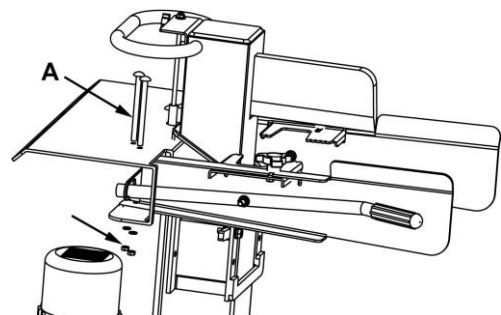

Fig.4
4.2.1- Montage des bras de commande (Fig.4)
- Mettre les bras de commande en place : introduire le tube du bras de commande dans l'emplacement de la jonction transversale (Fig.4).
- Faire traverser la tige d'immobilisation (A).